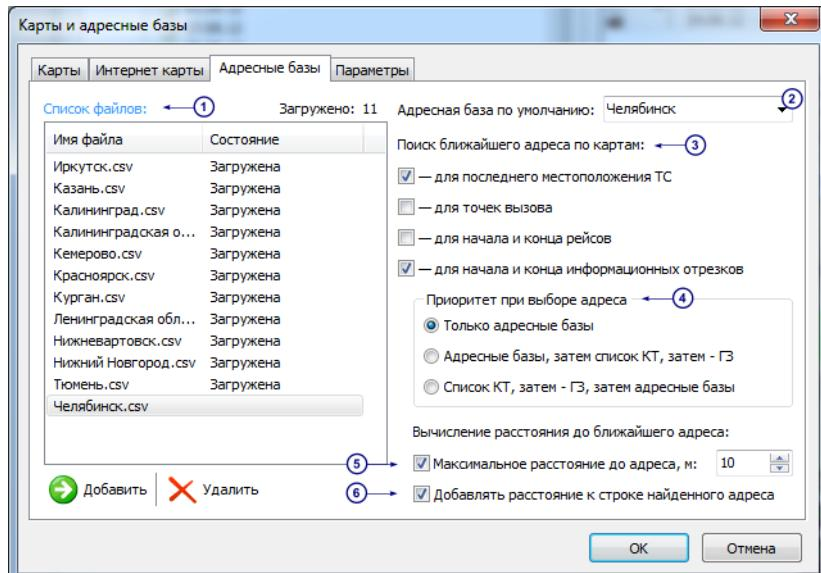

Рис.31 – Адресные базы.
- В строке **Поиск ближайшего адреса по картам** (рис.31,п.3) выберите точки, адреса которых будут определяться по адресным базам:
- Установите **Приоритет при выборе адреса** (рис.31,п.4).
- Укажите **Максимальное расстояние до адреса** (рис.31,п.5), в метрах. Поиск ближайшего адреса будет осуществляться в радиусе равном максимальному расстоянию до адреса.
- Выберите **Добавлять расстояние к строке найденного адреса** (рис.31,п.6) для того чтобы вычислять и показывать расстояние от информационной точки до найденного ближайшего адреса.
- В появившемся окне выберите файл базы данных и нажмите кнопку **Ok**. Файл появится в списке (рис.31,п.1).
- Выберите **Адресную базу по умолчанию** (рис.31,п.2). При каждом запуске диспетчерской программы по умолчанию будет открываться эта база.
- База** – открытая в программе база. В выпадающем списке вы можете выбрать нужную базу данных. При запуске диспетчерской программы автоматически открывается база, выбранная в настройках по умолчанию (рис.31, п.2).